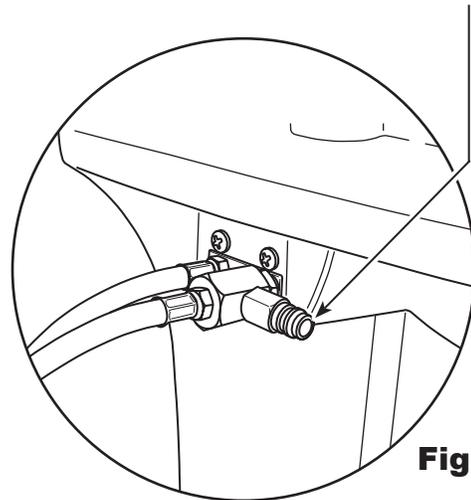

Figure 28
1. Avec la machine toujours connectée au véhicule et avec les coupleurs ouverts, connectez le coupleur côté bas (bleu) depuis la machine N° 25700 vers l'orifice de récupération du contaminant à l'arrière du AC1234-6. Consultez la figure 28. Ouvrez les soupapes du coupleur.